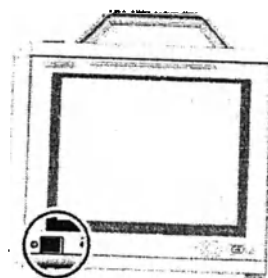

Рисунок 8. Выключатель питания и индикатор заряда переменного тока
Для включения оксиметра нажать выключатель питания ① (Рисунок 8).